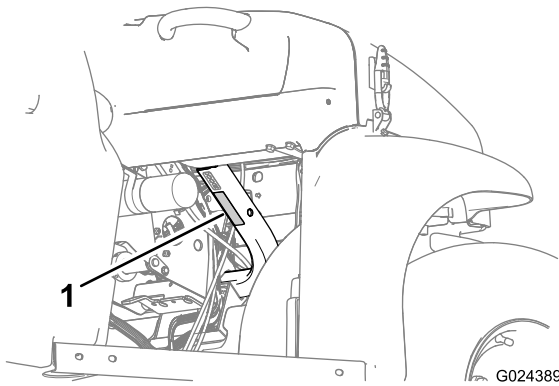

Figure 22
- Respectez la capacité de charge nominale de la machine et limitez le poids de la charge transportée sur le plateau comme décrit dans Caractéristiques techniques (page 19) et indiqué sur l'étiquette du poids total en charge de la machine (Figure 22).